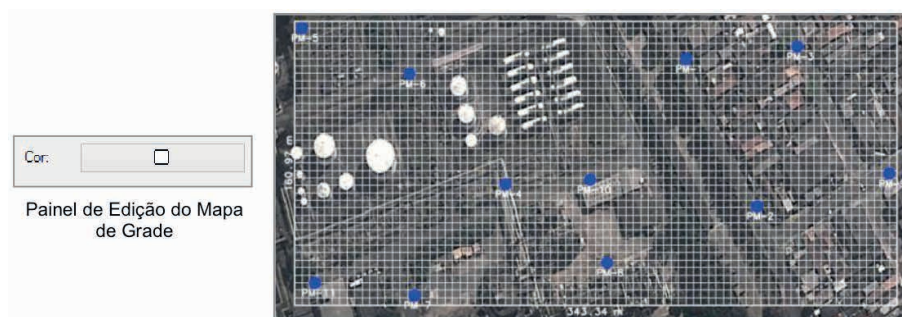

Figura 2.146 Exemplicação de Mapa de Grade.
- Mapa de Grade: apresenta a malha (volumes de controle) definida para o domínio de simulação (Figura 2.146).